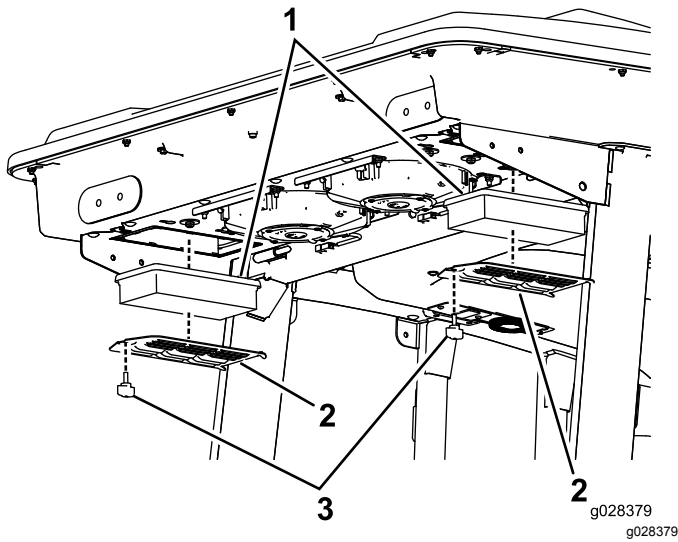
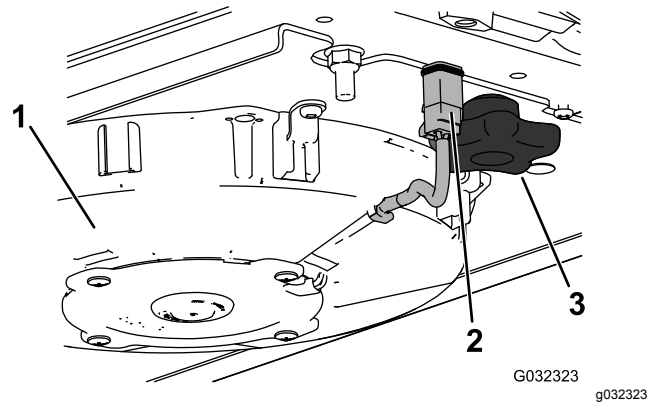
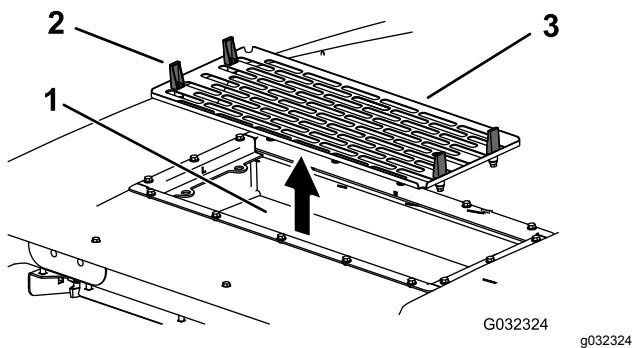

Figura 92
Figura 94
Figura 95
1. Retire los tornillos y las rejillas que cubren el filtro interior y el trasero de la cabina (Figura 91 y Figura 92).
- 5. Retire los filtros de aire (consulte Figura 92).
- 7. Instale los filtros de aire, la rejilla y el conjunto del ventilador (Figura 92, Figura 94 y Figura 95).
- 8. Conecte el cable de cada ventilador (Figura 94).